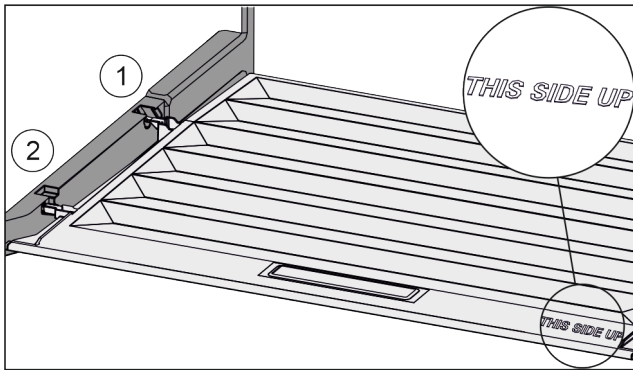

Fig. 41
- ▶ Вставити поперечні ребра через отвір заднього тримача Fig. 41 (1) і зафіксувати спереду у тримачі Fig. 41 (2).